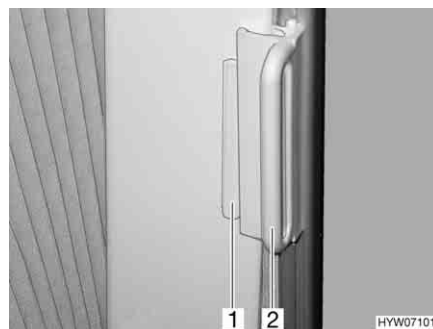

Fig. 103 Estor plegable, ventana de la cabina del conductor
Cerrar: ■ Coger los estores plegables por el tirador (Fig. 103,2) y cerrarlos cuidadosamente hasta que el cierre magnético lo mantenga en esta posición.
- Desplazar el tirador (Fig. 103,2) hasta la pieza sobrepuesta (Fig. 103,1). El estor plegable queda asegurado.